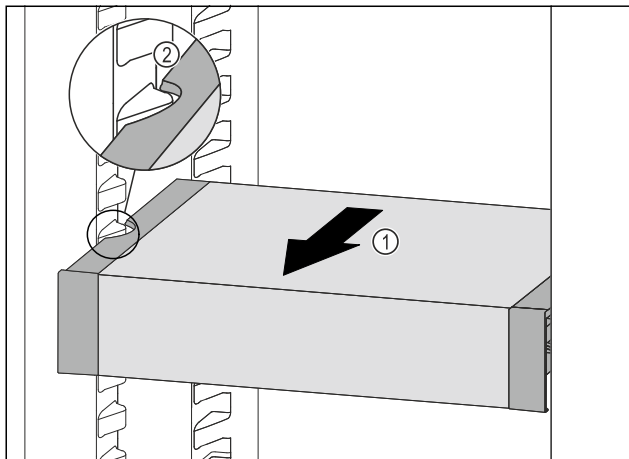

Fig. 63
- Predal VarioSafe povlecite v smeri naprej Fig. 63 (1), dokler nista stranska izreza predala VarioSafe na višini nastavka za posodo v hladilniku. Fig. 63 (2)